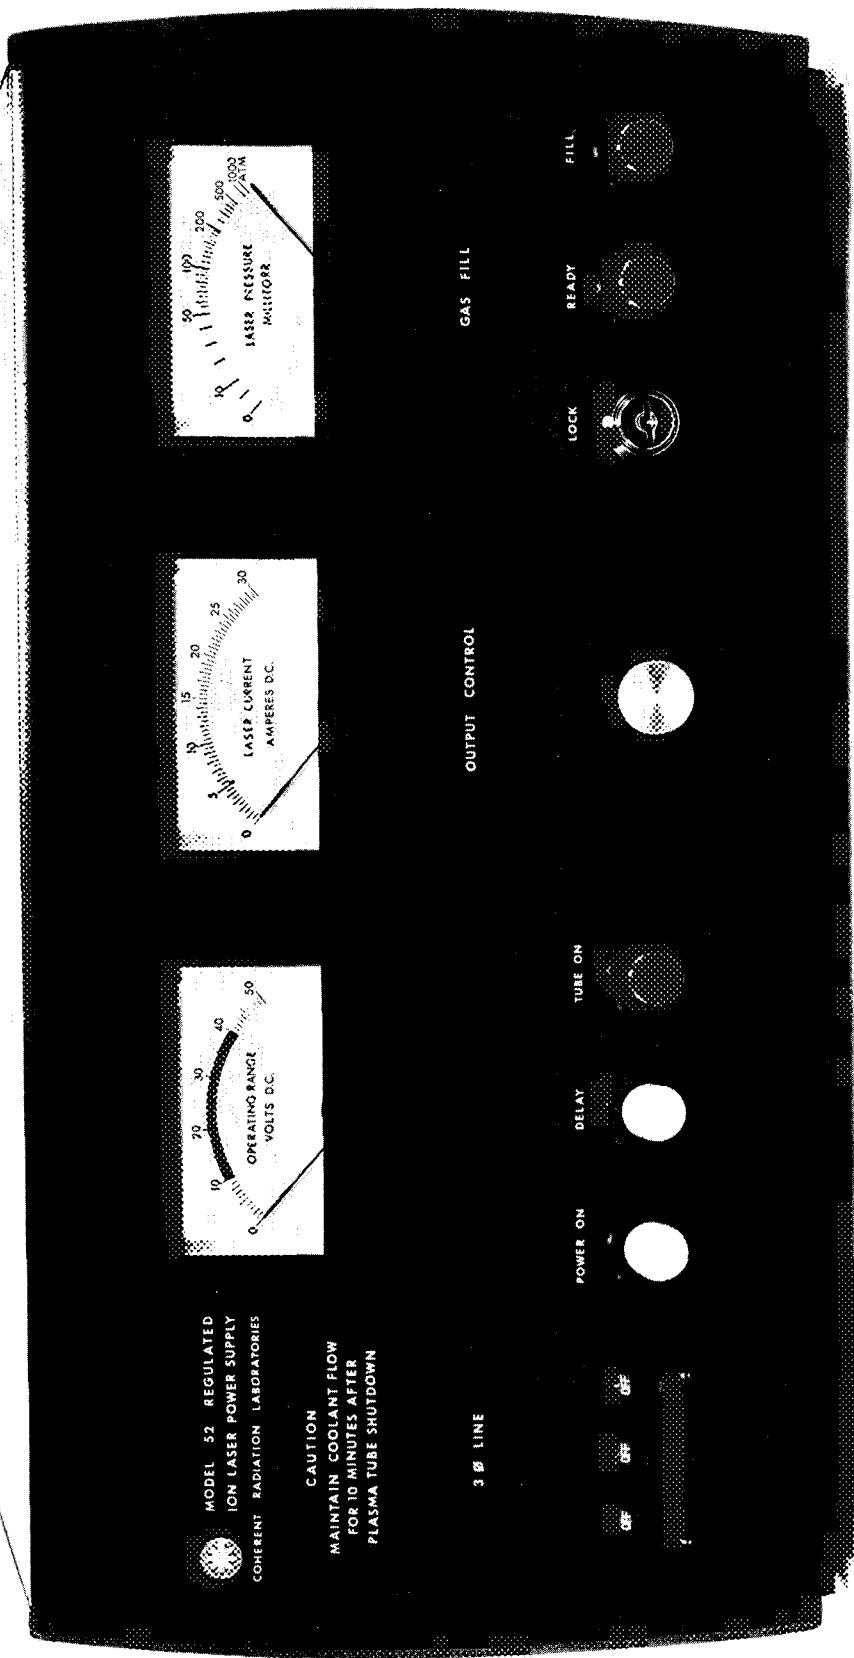

FIGURE 6.4.1
6.4 Power Supply (See Figures 6.4.1, 6.4.2, 6.4.3)